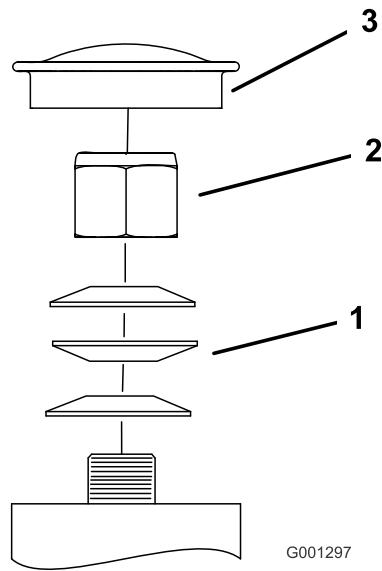

Figure 63
3. Retirez le capuchon antipoussière de la roue pivotante et serrez le contre-écrou (Figure 63).
4. Continuez de le serrer jusqu'à ce que les rondelles élastiques soient aplatis, puis desserrez-le de 1/4 de tour pour obtenir la précharge correcte des roulements (Figure 63).
Important: Veillez à placer les rondelles élastiques comme montré à la Figure 63.
5. Remettez le capuchon antipoussière en place (Figure 63).